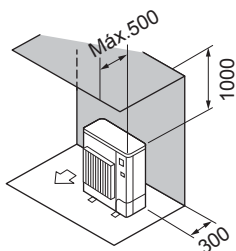

Fig. 2-3
② Obstáculos apenas na parte de trás e por cima (Fig. 2-3)